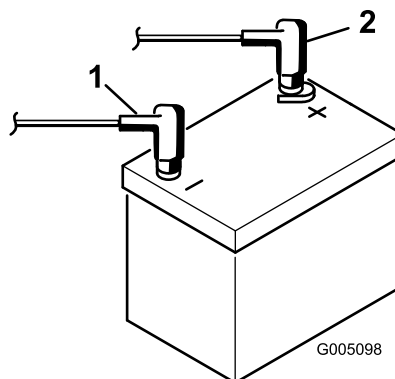

图6
2. 用电池正极接线红色连接启动马达线圈与电池的正极+图6。用扳手将其固定并在端子上涂抹凡士林。确保电线远离座椅处于最后面的位置因为座椅可能损坏电线。